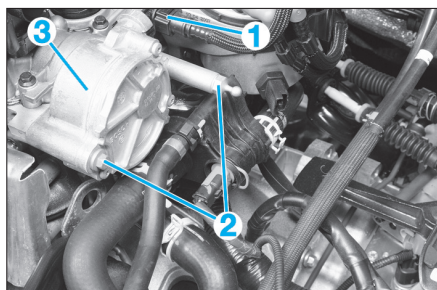

FIG. 14
- Débrancher le flexible à dépression de la pompe (1).
- les vis de fixation (2) de la pompe à vide.
- la pompe à vide (3) (Fig.14).